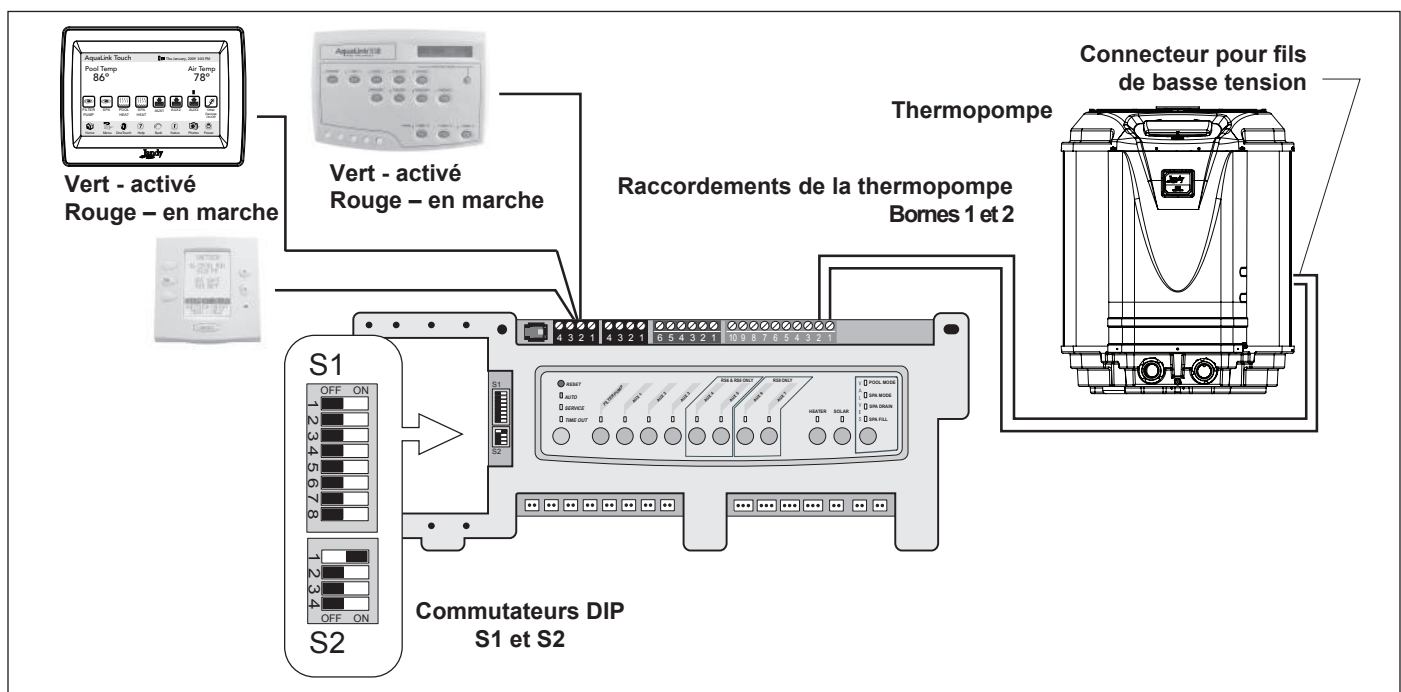

Figure 12. Raccord entre Aqualink RS et thermopompe de la série JE de Jandy Pro – T-Stat (Connexion à 2 fils)
2. Connecter deux (2) fils aux bornes vertes 1 et 2 à 10 broches de AquaLink RS.
3. Mettre DIP S2-1 (broche no.1 sur le commutateur DIP à quatre position) en position ON (voir Figure 12).